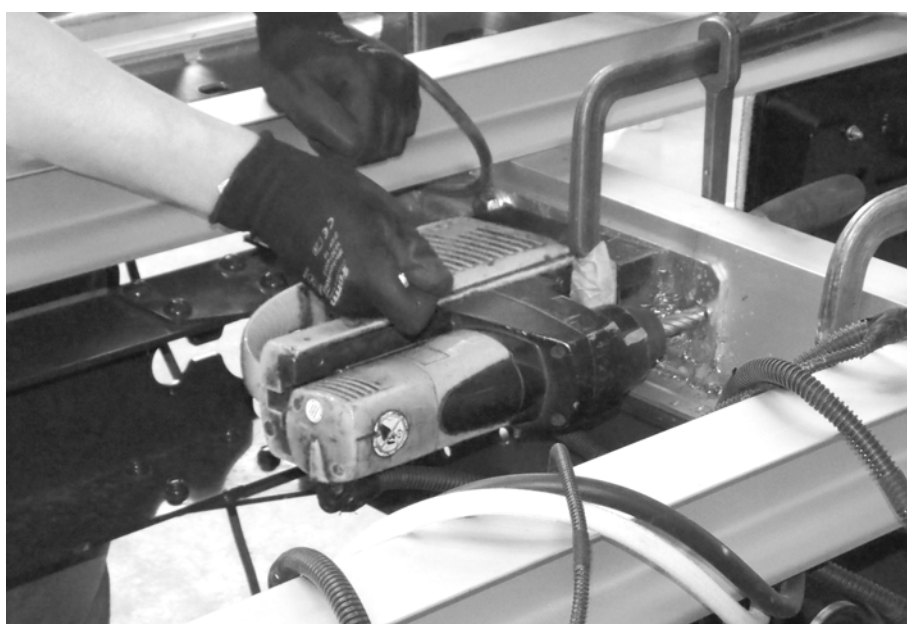

Abbildung 22: Bohrungen ausführen
- Führen Sie die Bohrungen aus (siehe Abbildung 22). Bohren Sie durch den Rahmen, wenn kein Lochbild des Rahmens vorhanden ist.